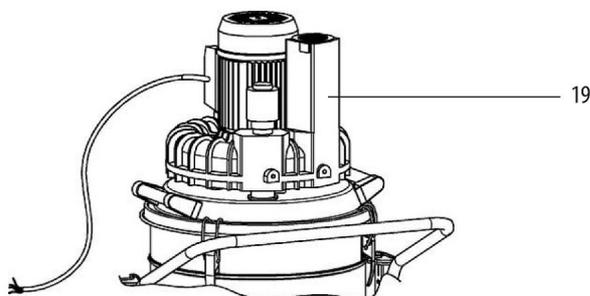

Abb. 5: Prüfung der Drehrichtung
- Berühren Sie mit ihrer Hand vorsichtig die Öffnung des Rohrs (Abb.5). Sollten Sie ein Sog an ihrer Hand feststellen, läuft der Motor in die entgegengesetzte Richtung.
- Starten Sie den Spezialsauger erneut und prüfen Sie die Drehrichtung durch vorsichtiges berühren des Rohrs (Abb.5) mit ihrer Hand. Stellen Sie nun ein Luftzug fest, läuft der Motor korrekt.